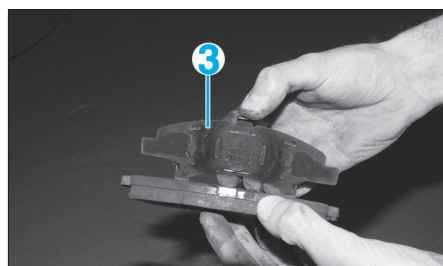

Fig. 3
- les cales d'appui (3) (Fig.3)